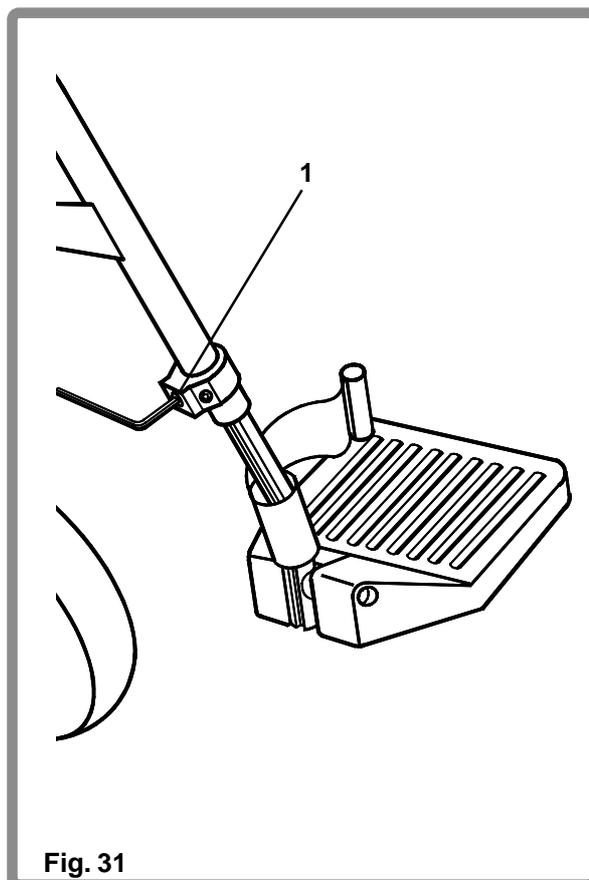

Fig. 31
Pour régler la hauteur des palettes repose-pieds escamotables (Fig. 31), desserrer la vis (1) placée comme indiqué, en utilisant une clef Allen de 4 mm et régler la hauteur de la palette de repose-pieds à la position souhaitée. Serrer la vis en utilisant une clef Allen de 4 mm. Serrer jusqu'à 5 Nm.